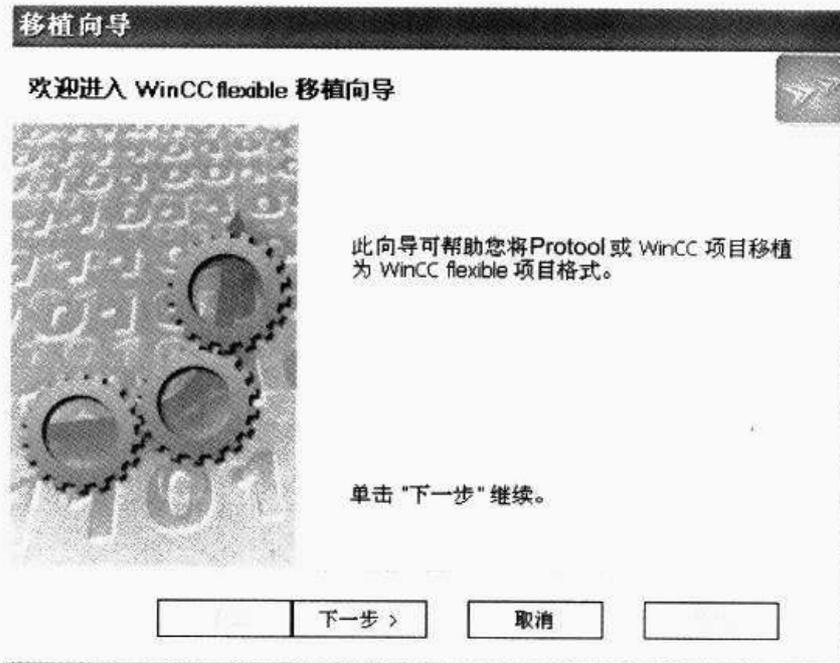
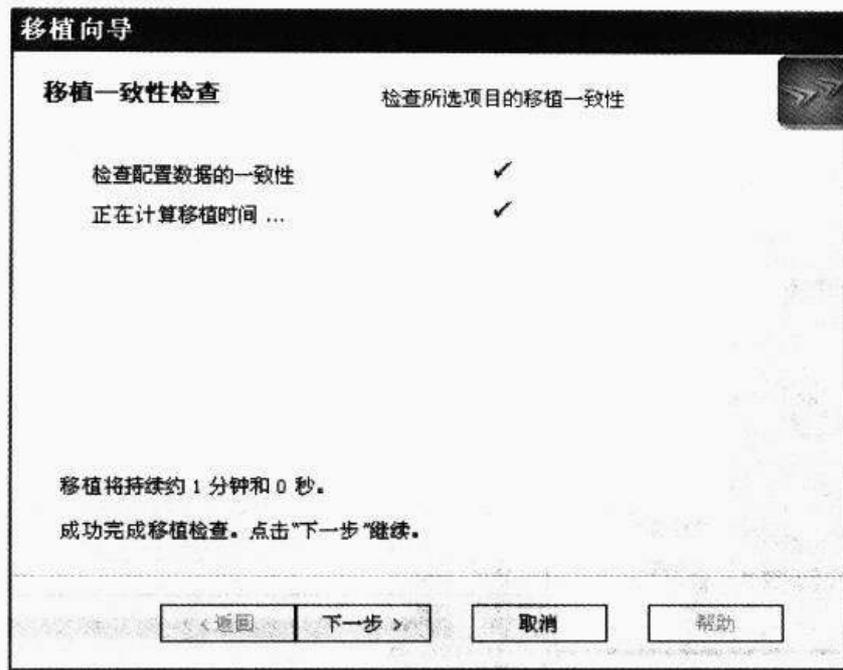

图 16-4 WinCC flexible 移植向导
图 16-5 WinCC flexible 移植向导—计算移植时间
③ 选择好项目类型和需要移植的文件后,直接单击“打开”按钮,进入移植向导(如图 16-4 所示)。单击“下一步”继续,移植向导会自动检查项目数据的一致性,并计算移植所需要时间。(如图 16-5 所示)。